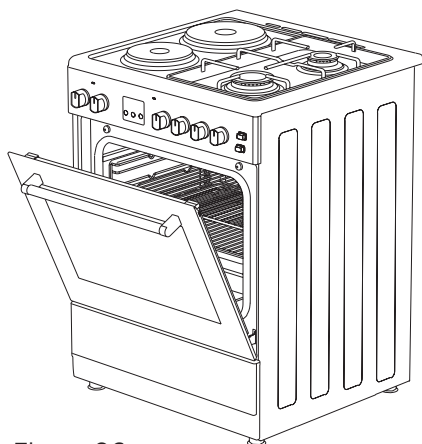

Figura 26
2. Coloque o painel de segurança sob o painel de controlo, abrindo a tampa de vidro frontal do forno (Figura 26).